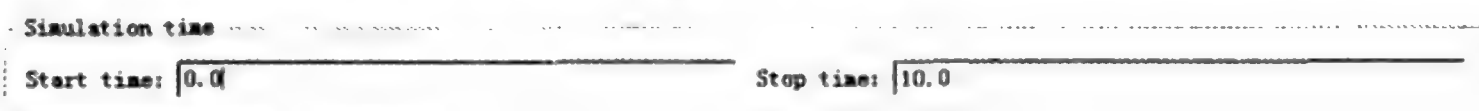

图 2.2.21 仿真时间设置
(4) 设置 configuration Parameters 中的参数。在 simulation→configuration Parameters 中可进行更多的设置,这里只介绍几种常用的设置。
① 仿真时间设置。设置起止时间是在 Start Time 和 Stop Time 的文本框中输入相应的数值,其默认值分别为 0 和 10,单位是 s,如图 2.2.21 所示。